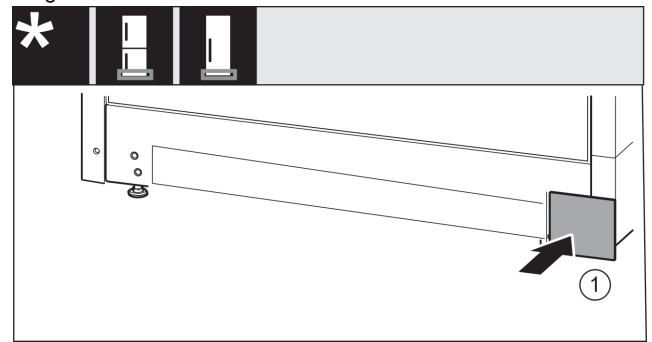

Fig. 23
- ▶ Remettre le cache Fig. 23 (1) en place de l'autre côté.